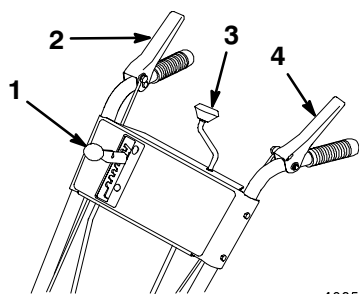

Figure 7
- Mettez le levier de changement de vitesse (Fig. 7) du panneau de commande en position R_2 (marche arrière).
- Sélectionnez la cinquième (Fig. 7).